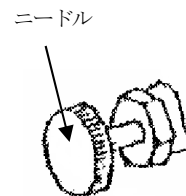
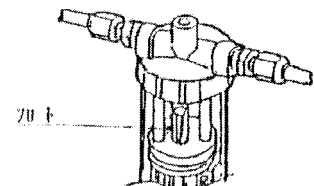

図2
図3
- (3) ニードルバルブを時計方向に停止するまで回した後、反時計方向に2回転戻して下さい。（図2）
- (4) 圧縮空気の供給側を開いて下さい。
- (5) フローモニター付MCフィルタのフロートが上部ストッパーに当たり静止するまでコンパクトレギュレーターの調整ノブをゆっくりHIGH側（時計方向）に回し、ロックリングを奥側に移動させ調整ノブを固定して下さい。
- (6) フローモニター付MCフィルタのフロートが上部ストッパーに当たり1~2mm上下運動するまで、ニードルバルブを時計方向にゆっくり回して下さい。（図3）